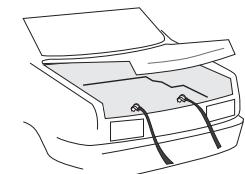

Figura 5
- Coloque las correas inferiores con gancho en el borde inferior del maletero en la posición C2 y las correas laterales con gancho en los lados en la posición C1 o más arriba del doblez en el maletero en la posición C3 (Figura 5). **NOTA:** Para los vehículos que tienen maleteros cuadrados, como las mini vans, asegúrese de que las correas laterales estén alineadas con el cilindro de aluminio